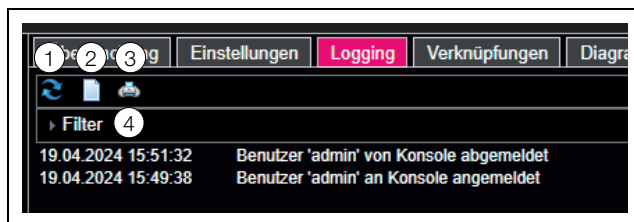

Imagen 39: Pestaña Logging
- Haga clic sobre el símbolo «Filter» (imagen 39, pos. 4). Aparecerá el diálogo «Set Logging Filter».
- Haga clic sobre el primer símbolo de la izquierda (imagen 39, pos. 1).
- Haga clic sobre el tercer símbolo de la izquierda (imagen 39, pos. 3).
- Haga clic sobre el segundo símbolo de la izquierda (imagen 39, pos. 2).